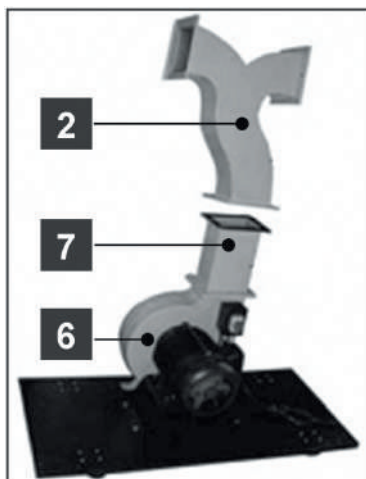

Рис. 21
- Для модели DC 4000 между корпусом вентилятора (6) и отводом (2), вставьте удлинитель отвода (7), не забыв установить прокладки между корпусом вентилятора и удлинителем отвода и между удлинителем отвода и отводом (рис. 21).